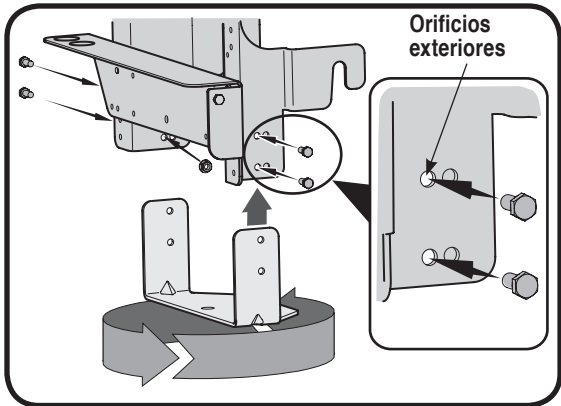

Figura 10
2. Rote la placa de enganche 180° desde su posición original. Reinserte los cuatro pernos a través del soporte de montaje y el marco de la placa de enganche y fíjelos con las tuercas retiradas antes. Use los orificios exteriores (los más alejados de los ganchos de montaje) del soporte de montaje. Vea la Figura 10.